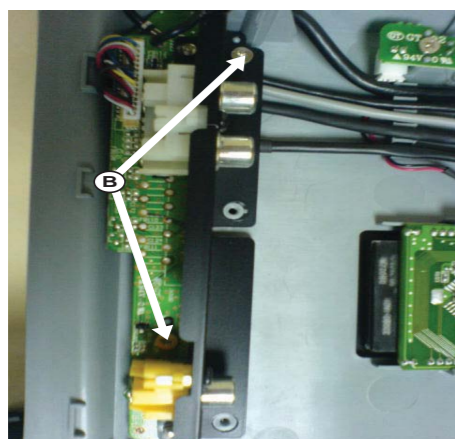

Figura 2
1) Solte os 2 parafusos "B" (S2 x2) como mostra a figura 2 e os 2 parafusos "C" (S8x2) como mostra a fig. 3 para liberar o painel Scart.